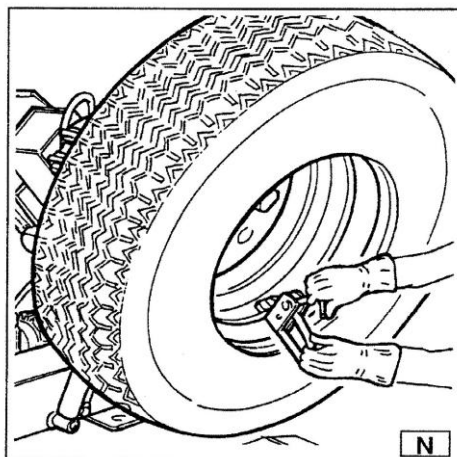

Рисунок 12. Снятие зажима и прикрепление его с наружной стороны
8) Снимите зажим и закрепите его с наружной стороны шины на 6 ч. (Рис.12).
10) Установите зажим внизу (на 6 часов) снаружи второго борта (Рис.12)